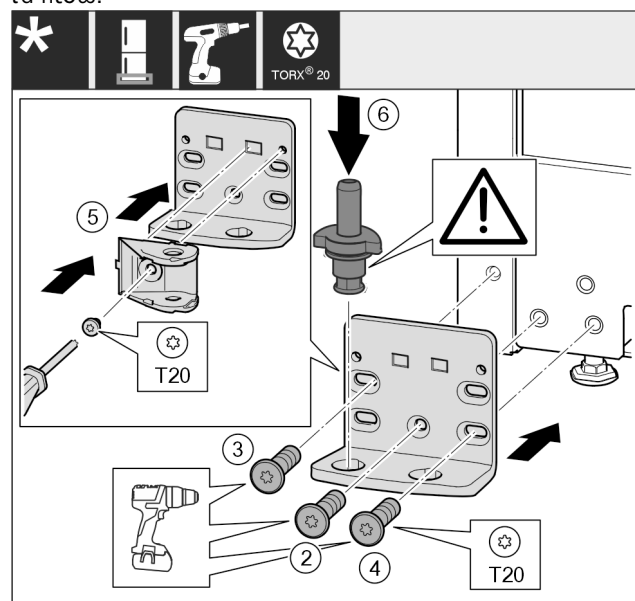

Fig. 21 *
- ▶ Εφαρμόστε το στήριγμα στην άλλη πλευρά και βιδώστε το με τη βοήθεια ενός κατσαβιδιού. Αρχίστε με τη βίδα Fig. 21 (2) κάτω στο κέντρο.*
- ▶ Σφίξτε τη βίδα Fig. 21 (3) και τη βίδα Fig. 21 (4).*